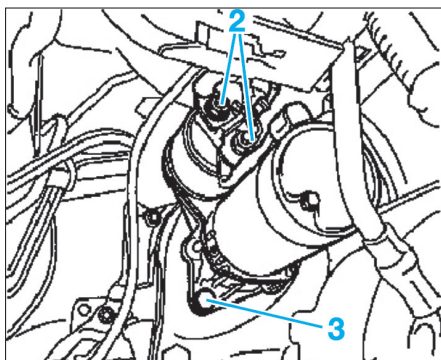

Fig. 6
- Par le dessous du véhicule, déposer les écrous (2) des câbles électriques du démarreur (Fig.6).